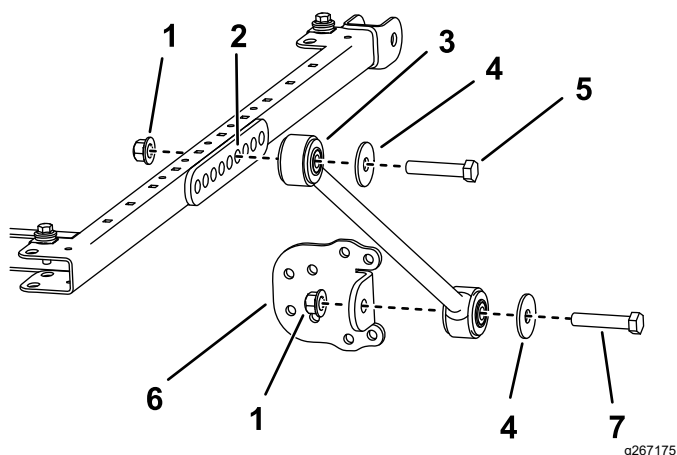

Рисунок 27
с помощью болта ($\frac{1}{2}$ x $2\frac{3}{4}$ дюйма), шайбы ($\frac{1}{2}$ дюйма) и фланцевой гайки ($\frac{1}{2}$ дюйма), как показано на рис. Рисунок 27.
12. Прикрепите, не затягивая, кронштейн подпорки к каждой подпорке с помощью болта (½ x 2½ дюйма), шайбы (½ дюйма) и фланцевой гайки (½ дюйма), как показано на Рисунок 27.